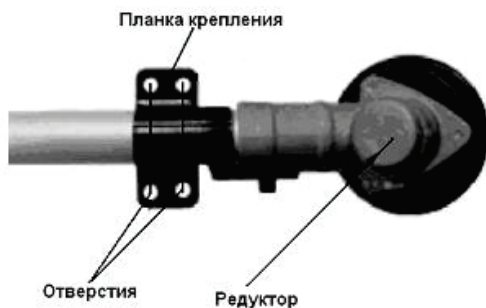

Рисунок 4
- Состыкуйте отверстия в защитном кожухе с отверстиями в планке крепления (рисунок 4).